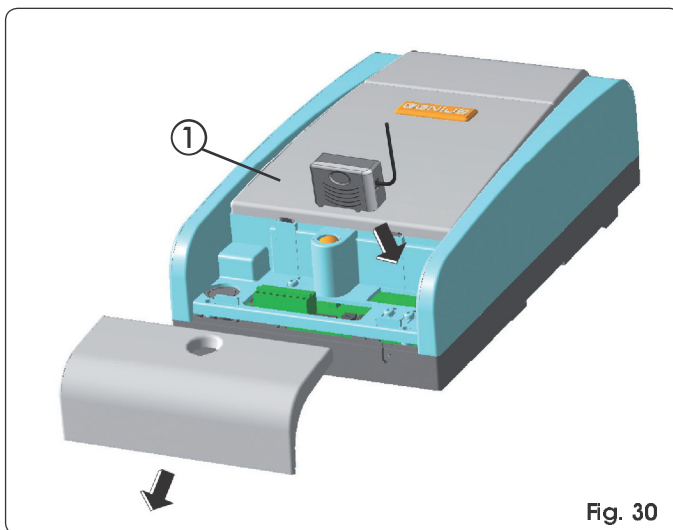

Fig. 30
De apparatuur is voorzien van een geïntegreerd decoderingsysteem met twee kanalen, genaamd. Met dit systeem kan, door middel van een aanvullende ontvangstmodule (Fig. 30 ref. ①) en afstandsbedieningen met dezelfde frequentie, zowel de volledige opening (OPEN A) als de gedeeltelijke opening (OPEN B) van het automatische systeem in het geheugen worden opgeslagen.